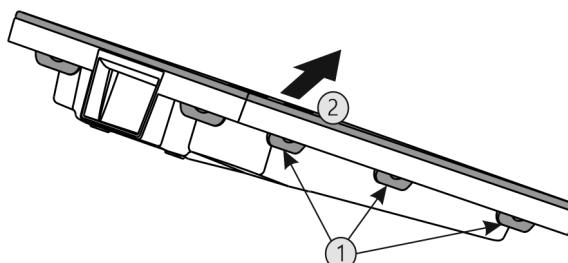

Fig. 56
- Натиснете всички езичета Fig. 56 (1) последователно и свалете капака Fig. 56 (2).